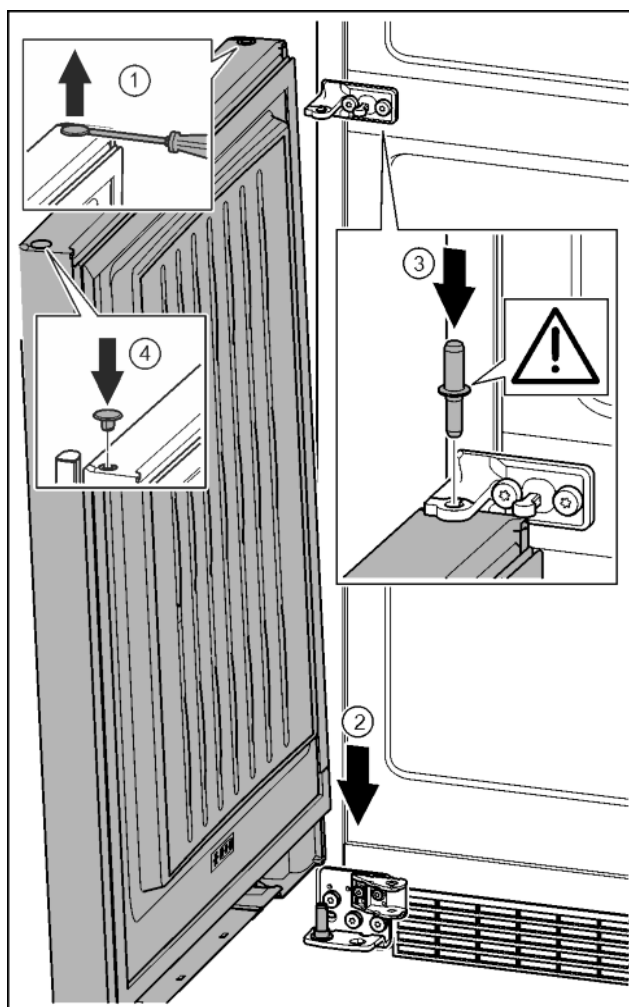

Fig. 38
- ▶ Осторожно приподнять шлицевой отверткой заглушку и извлечь ее. Fig. 38 (1)
- ▶ Установить дверь сверху на нижний опорный палец. Fig. 38 (2)
- ▶ Вставить средний опорный палец через средний опорный кронштейн в нижнюю дверь. При этом следить за тем, чтобы выступ фиксатора был направлен назад. Fig. 38 (3)
- ▶ Заглушку снова вставить с другой стороны. Fig. 38 (4)